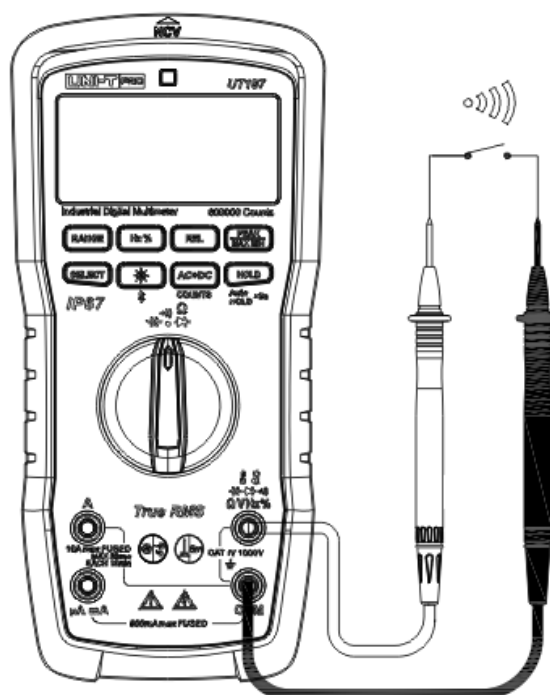

Figure 9
6. Mesure de continuité (Figure 9)